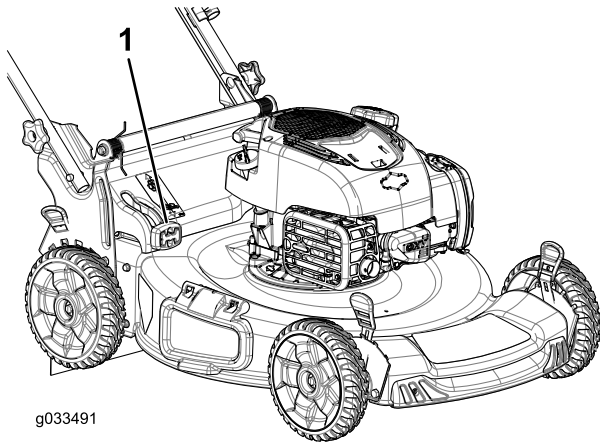

Bild 17
- Zum Sammeln des Schnittguts und Laubs drücken Sie die Taste am Hebel für den zuschaltbaren Fangkorb und bewegen den Hebel nach vorne, bis die Taste am Hebel herauspringt (Bild 17).